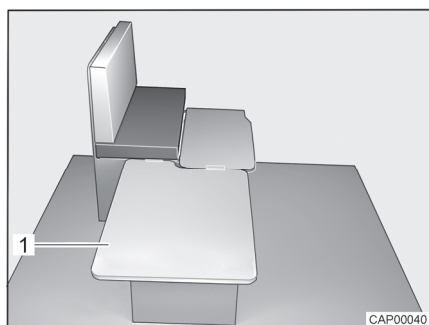

Fig. 41 Durante la transformación
- Enganchar la tabla de apoyo (Fig. 41,1) lateralmente en el banco y colocarla en la mesa.